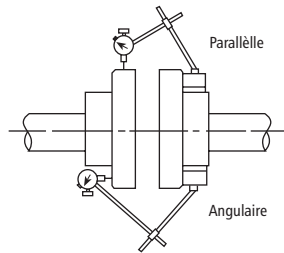

Figure 6
5.2.1. Bien que l'alignement pompe-moteur ait été exécuté en usine, il peut avoir été dérégulé pendant le transport. On doit donc le vérifier avant la mise en service de la pompe (v. fig. 6).